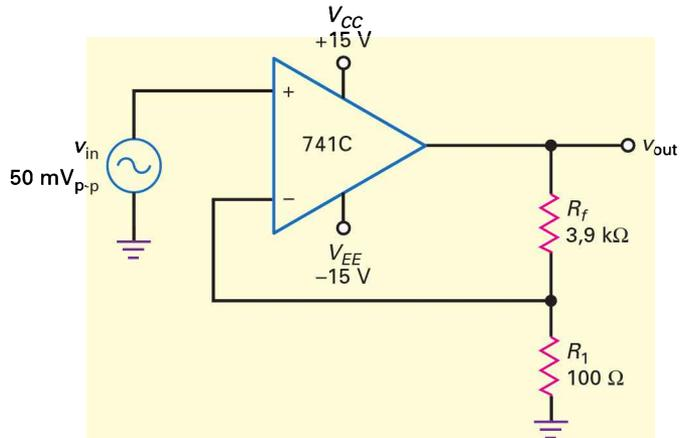

Figure 17.4
D'après la figure 17.4, calculez le taux de réaction, le gain en tension idéal boucle fermée, le pourcentage d'erreur et le gain en tension exact boucle fermée. Pour cela, on utilise un gain boucle ouverte A_{VOL} égal à 100 000, valeur courante pour le 741C.
17.1 Avez-vous compris ? Calculez le taux de réaction, le gain en tension idéal boucle fermée, le pourcentage d'erreur et le gain en tension exact boucle fermée si, dans la figure 17.4, la valeur de 3,9 kΩ passe à 4,9 kΩ.